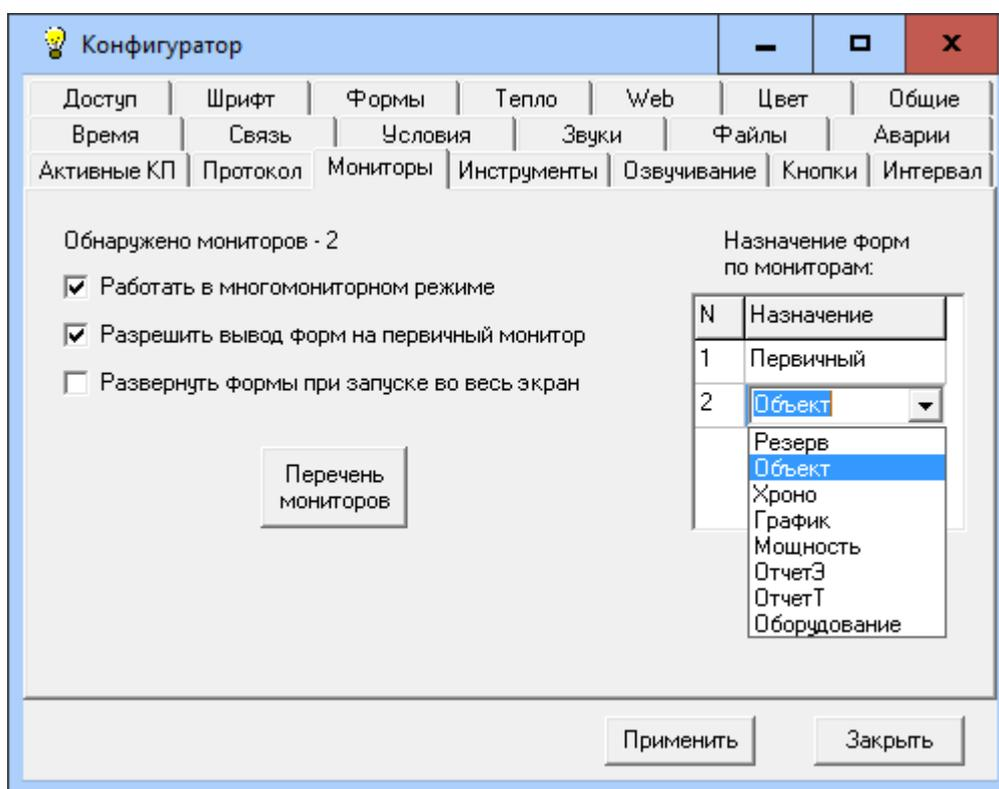

Рис.3.13. Окно конфигурации АРМ ТМ. Закладка “Мониторы”.
3.4.9. Закладка “Мониторы” появляется при наличии нескольких мониторов. Имеет вид, показанный на рис.3.13.